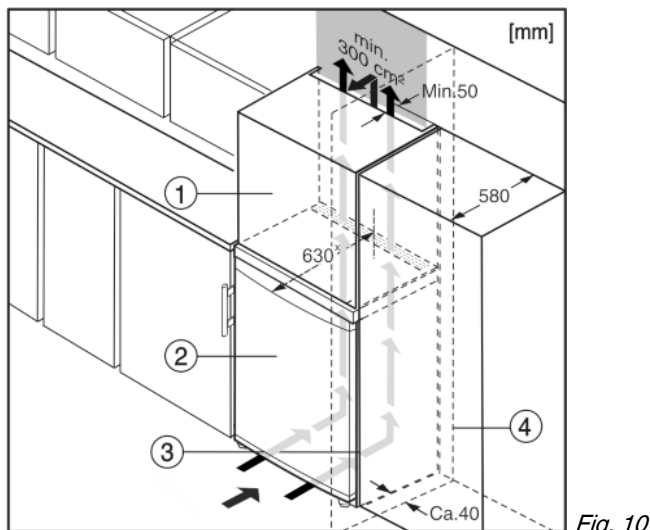

Fig. 10
- (1) Viseći ormar (3) Kuhinjski ormar
(2) Uređaj (4) Zid
Uređaj se može adaptirati za ugradnju u kuhinjski namještaj. Kako biste uređaj Fig. 10 (2) prilagodili visini kuhinjskog namještaja, iznad uređaja možete postaviti odgovarajući viseći ormar Fig. 10 (1).
Kod adaptacije s normalnim kuhinjskim ormarima (dubina maks. 580 mm) uređaj se može postaviti direktno uz kuhinjski ormar Fig. 10 (3). Uređaj stoji bočno 34 mm* i u sredini uređaja 50 mm* nasuprot pročelju kuhinjskog ormara.
Kada se uređaj postavlja s okovima pored zida Fig. 10 (4), razmak između uređaja i zida mora iznositi najmanje 40 mm. To odgovara stajanju ručice kod otvorenih vrata.